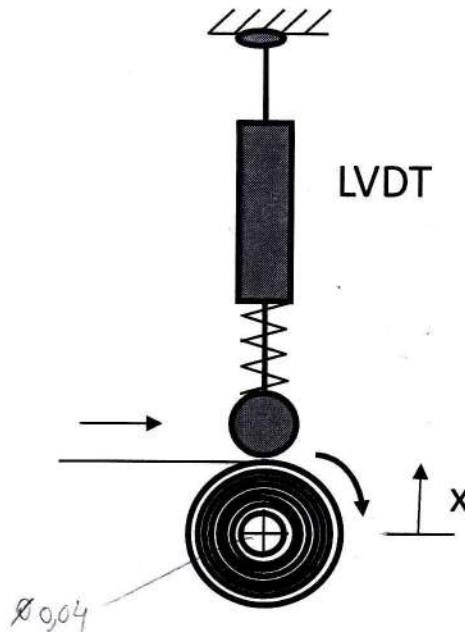

Figura 3
7. [3,5] Suponha que lhe era pedido para estimar em tempo real a quantidade de papel numa bobina, e que para o efeito usava um LVDT com um sensibilidade de 0,25 V/mm e cujo zero coincide com $X=0$, tal como representado na figura 3. Admita que a espessura do papel é de 0,05 mm (incompressível) e que o diâmetro interno da bobina é de 40 mm.